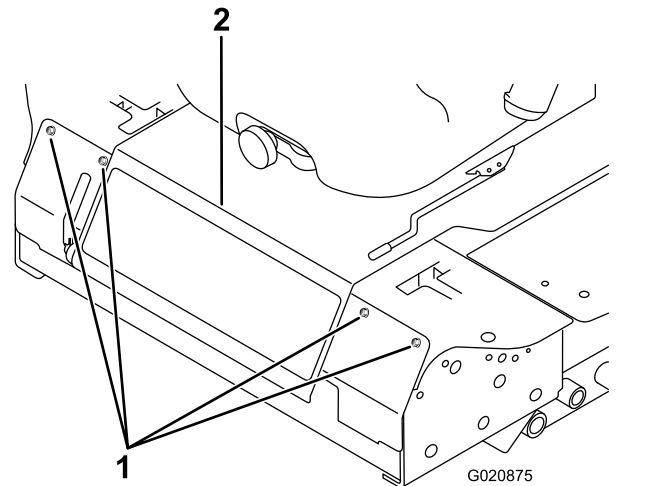

Figure 79
2. Retirez les boulons de fixation du panneau avant et déposez le panneau (**Figure 79**).